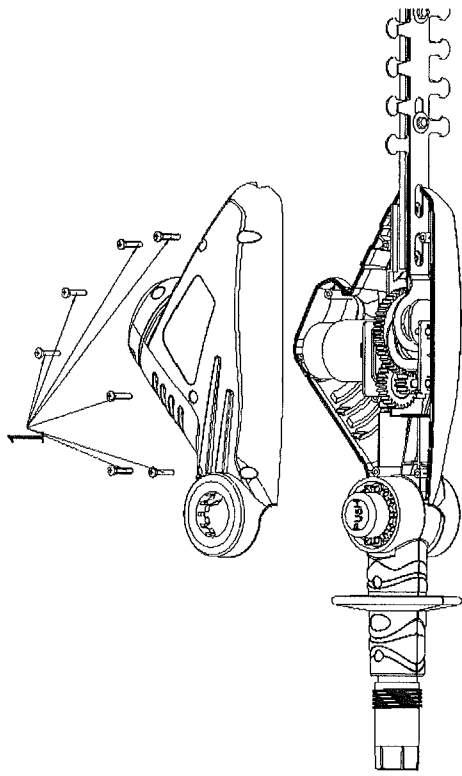

Abbildung 24
Schritt 1: Lösen und entfernen Sie die 7 Schrauben (1) (Siehe Abbildung 24).